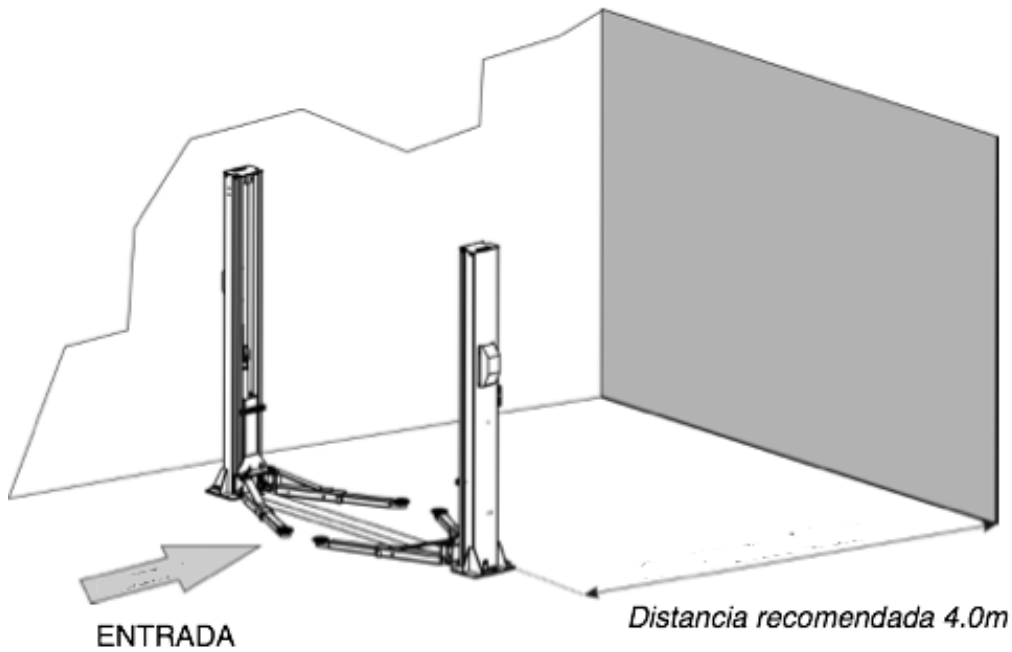

Fig.8
- La parte delantera y trasera del elevador deben reservarse con espacio suficiente para alojar todos los vehículos (Fig. 8).